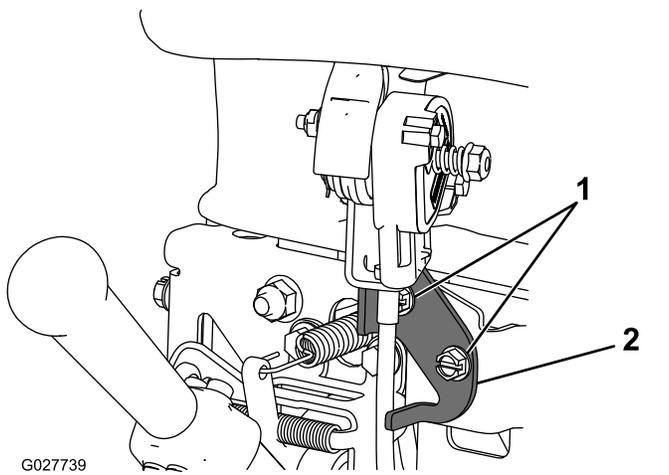

Figura 28
2. Desaperte os dois dispositivos de fixação que prendem a alavanca do regulador (Figura 28).